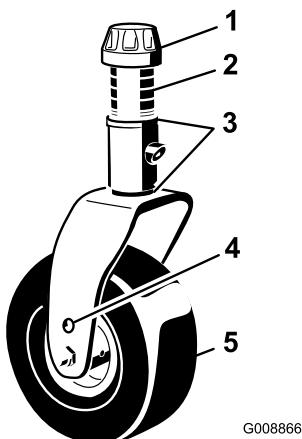

Рисунок 81
- Снимите колпачковую гайку с вала шпинделя и извлеките шпиндель из рычага поворотного колеса (Рисунок 81).